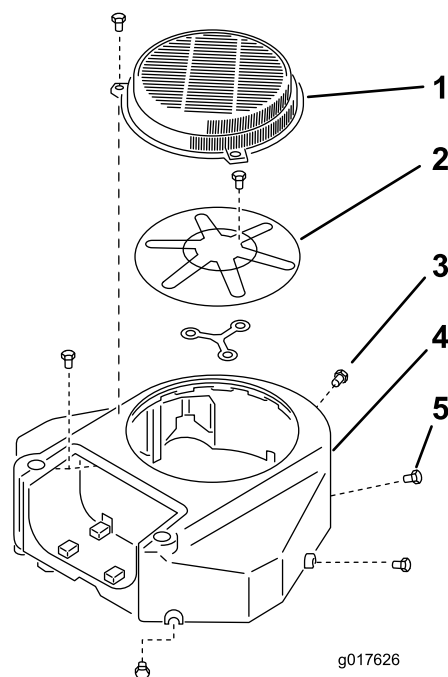

Figura 60
3. Retire la rejilla de entrada de aire y la carcasa del ventilador (Figura 60).
5. Instale la rejilla de entrada de aire y la carcasa del ventilador (Figura 60).